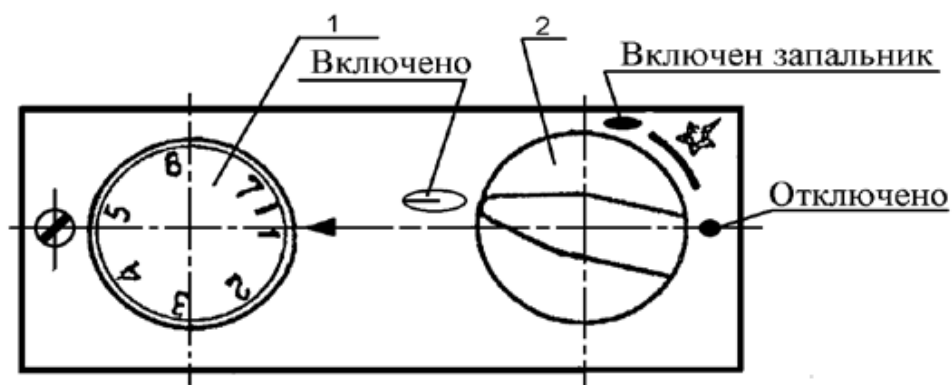
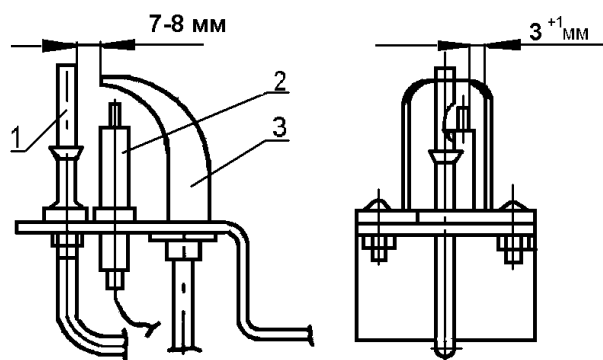

Рис.2 Блок автоматики
Рис.3 Устройство запальное
4.4. Установка требуемой температуры воды производится ручкой регулирования температуры воды 1 (Рис.2) от 45°C до $85^{\circ}\text{C} \div 90^{\circ}\text{C}$, а ее контроль выполняется по термометру. Температура горячей воды в системе ГВС при ее заборе не должна превышать 60°C .
4.6. Устройство запальное Рис.3 предназначено для крепления запальника, термопары, свечи зажигания и розжига основной горелки.
6.12. Проверьте работу пьезорозжига. При нажатии на ручку пьезорозжига 2 (Рис.2) должна проскакать искра между электродом свечи 2 (Рис.3) и запальником 3 (Рис.3).
6.15. Настройте ручку регулирования 1 (Рис.2) блока автоматики на необходимую температуру воды в аппарате.
6.19. При работе аппарата в летнее время только на ГВС, после прекращения забора горячей воды выключите основную горелку, повернув ручку регулирования температуры воды 1 (Рис.2) в положение 1.
6.21. При длительном отборе горячей воды рекомендуем: для повышения температуры и объема горячей воды предварительно установить ручку регулирования температуры воды 1 (Рис.2) на температуру $80^{\circ}\text{C} \div 85^{\circ}\text{C}$ и закрыть вентиль 10 (Рис.4) на магистрали 7 обратной воды в системе отопления. После окончания забора горячей воды открыть вентиль 10 на магистрали 7 обратной воды для восстановления циркуляции воды в системе отопления и установить ручку регулирования температуры воды 1 (Рис.2) на требуемую температуру.
7.3.2. Откройте дверку аппарата 5 (Рис.1) и кран на газопроводе перед аппаратом. Ручка пьезорозжига 2 (Рис.2) должна находиться в положении “Отключено”.
7.3.3. Поверните ручку пьезорозжига 2 (Рис.2) против часовой стрелки до упора, нажмите ее вниз и подождите 10 ÷ 15 сек. (пока давлением газа не будет вытеснен воздух из магистрали запальника). Удерживая ее в нажатом состоянии, поверните ручку дальше против часовой стрелки до упора (слышен щелчок, загорелся запальник).
7.3.5. Ручкой регулирования температуры воды 1 (Рис.2) установите необходимую температуру воды в аппарате. Для увеличения температуры воды в баке поверните ручку регулирования температуры воды 1 (Рис.2) против часовой стрелки, для уменьшения температуры - по часовой стрелке.
7.5. Для выключения основной горелки поверните ручку пьезорозжига 2 (Рис.2) по часовой стрелке до положения «Включен запальник».
7.6.1. Для выключения аппарата поверните ручку пьезорозжига 2 (Рис.2) по часовой стрелке до положения “Включен запальник” нажмите ее вниз и поверните до положения ”Отключено”.